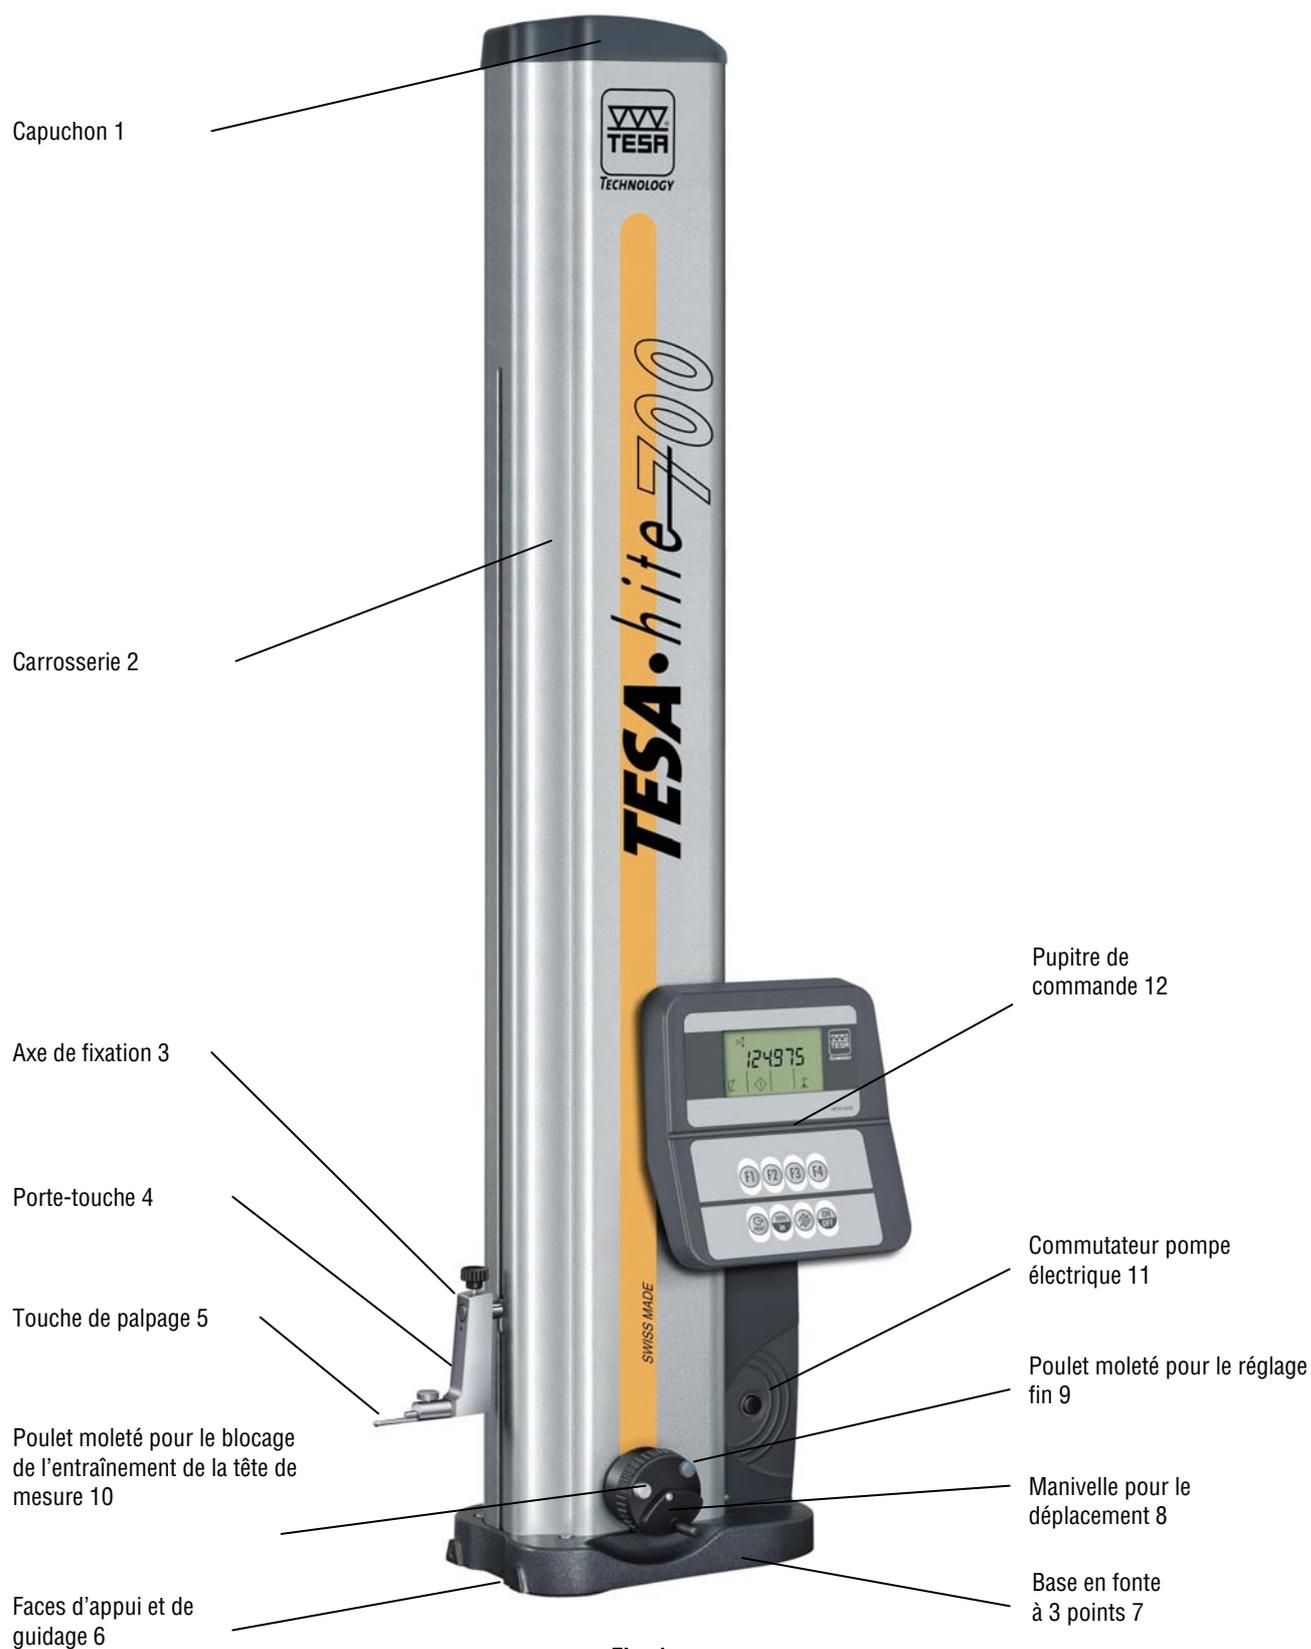

Fig. 1
Avant de fixer les accessoires standard, libérer le chariot de mesure, en dévissant le poulet moleté gris clair (10) Fig. 1 de la poignée d'entraînement.
La base est nickelée chimiquement afin de la rendre très résistante contre la corrosion. Sa face inférieure, également rectifiée de manière rigoureusement rectiligne, comporte trois champs d'appui usinés fin, garantissant la stabilité du TESA-Hite 400 / 700. Ces champs forment une large surface de sorte que les rainures ou autres éléments similaires du marbre de contrôle peuvent être aisément franchies. Les faces 6 (Fig. 1) sont spécialement conçues pour l'appui du TESA-Hite 400 / 700 contre une règle parallèle ou pour le guidage le long de celle-ci, par exemple.
Le coussin d'air facilitant le déplacement de l'instrument sur le marbre de contrôle est créé à l'aide de la pompe électrique intégrée dans chaque instrument. La pompe est activée par pression sur la commande manuelle 11 (Fig. 1), entraînant la formation immédiate du coussin d'air, épais de quelques μm seulement, entre l'instrument et le marbre de contrôle. Sur ce palier aérostatique, le TESA-Hite 400 / 700 est déplacé sans peine et l'usure par frottement est éliminée. L'épaisseur du coussin d'air est réglée en fonction de la qualité de la surface du marbre. Ce réglage s'effectue par le biais d'une soupape logée dans le système pneumatique, en tournant la vis (Fig. 3). L'expérience a prouvé que le coussin d'air ne devait pas être plus épais que nécessaire. Lorsqu'il est activé, il doit porter le poids de l'instrument tout en restant légèrement en contact avec le marbre.
La colonne verticale rigide est perpendiculaire à la base, sur laquelle elle est montée de manière fixe. Une tête de mesure coulisse sur l'élément de guidage tandis que le déplacement de la tête est capté par un système de mesure opto-électronique (brevet TESA). Le système de réglage fin permet de réaliser les mouvements sensibles de la tête de mesure, par exemple lors d'utilisation de touche fine ou lors de mesure de petits alésages. Le poulet moleté 9 (Fig.1) permet de serrer l'entraînement de la tête de mesure qui reste ainsi libre pour les mouvements de balayage. Toutefois, si nécessaire, la tête elle-même peut également être bloquée à l'aide d'un système monté à l'intérieur de l'instrument. Pour se faire bloquer la manivelle 8 (Fig.1) et déplacer la touche de mesure vers le haut jusqu'en butée.